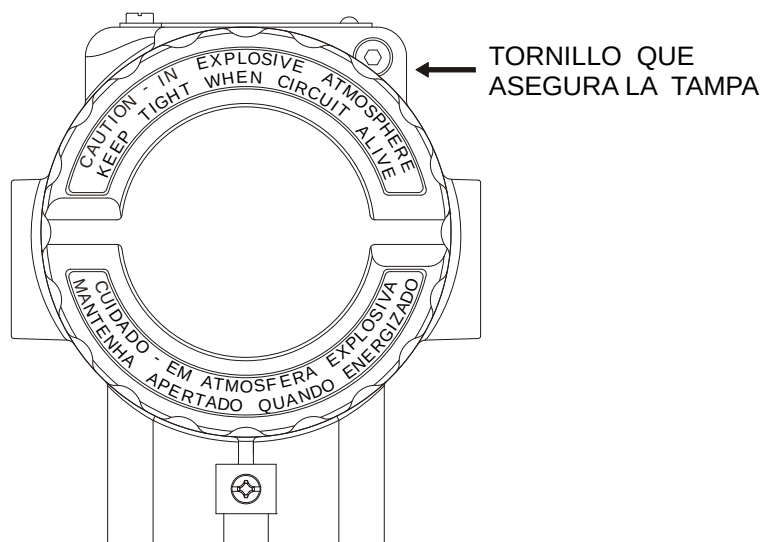

Figura 6.1 – Tornillo que asegura la tapa.
2. Remueva la tapa. Esta posee un seguro de seguridad (un Tornillo que asegura la tapa), para soltarla, gire el tornillo en sentido horario. Realizando el proceso inverso se asegura la tapa. Observe la figura 6.1: